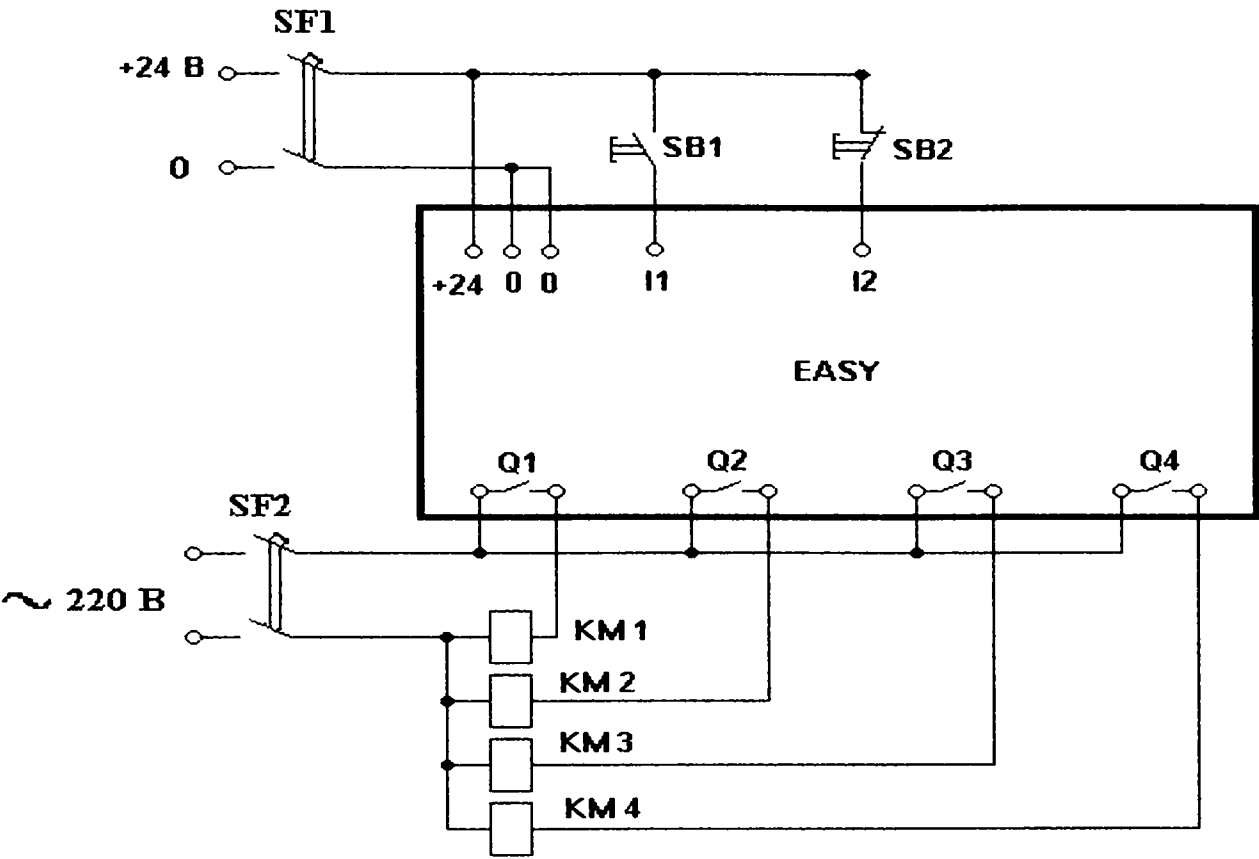
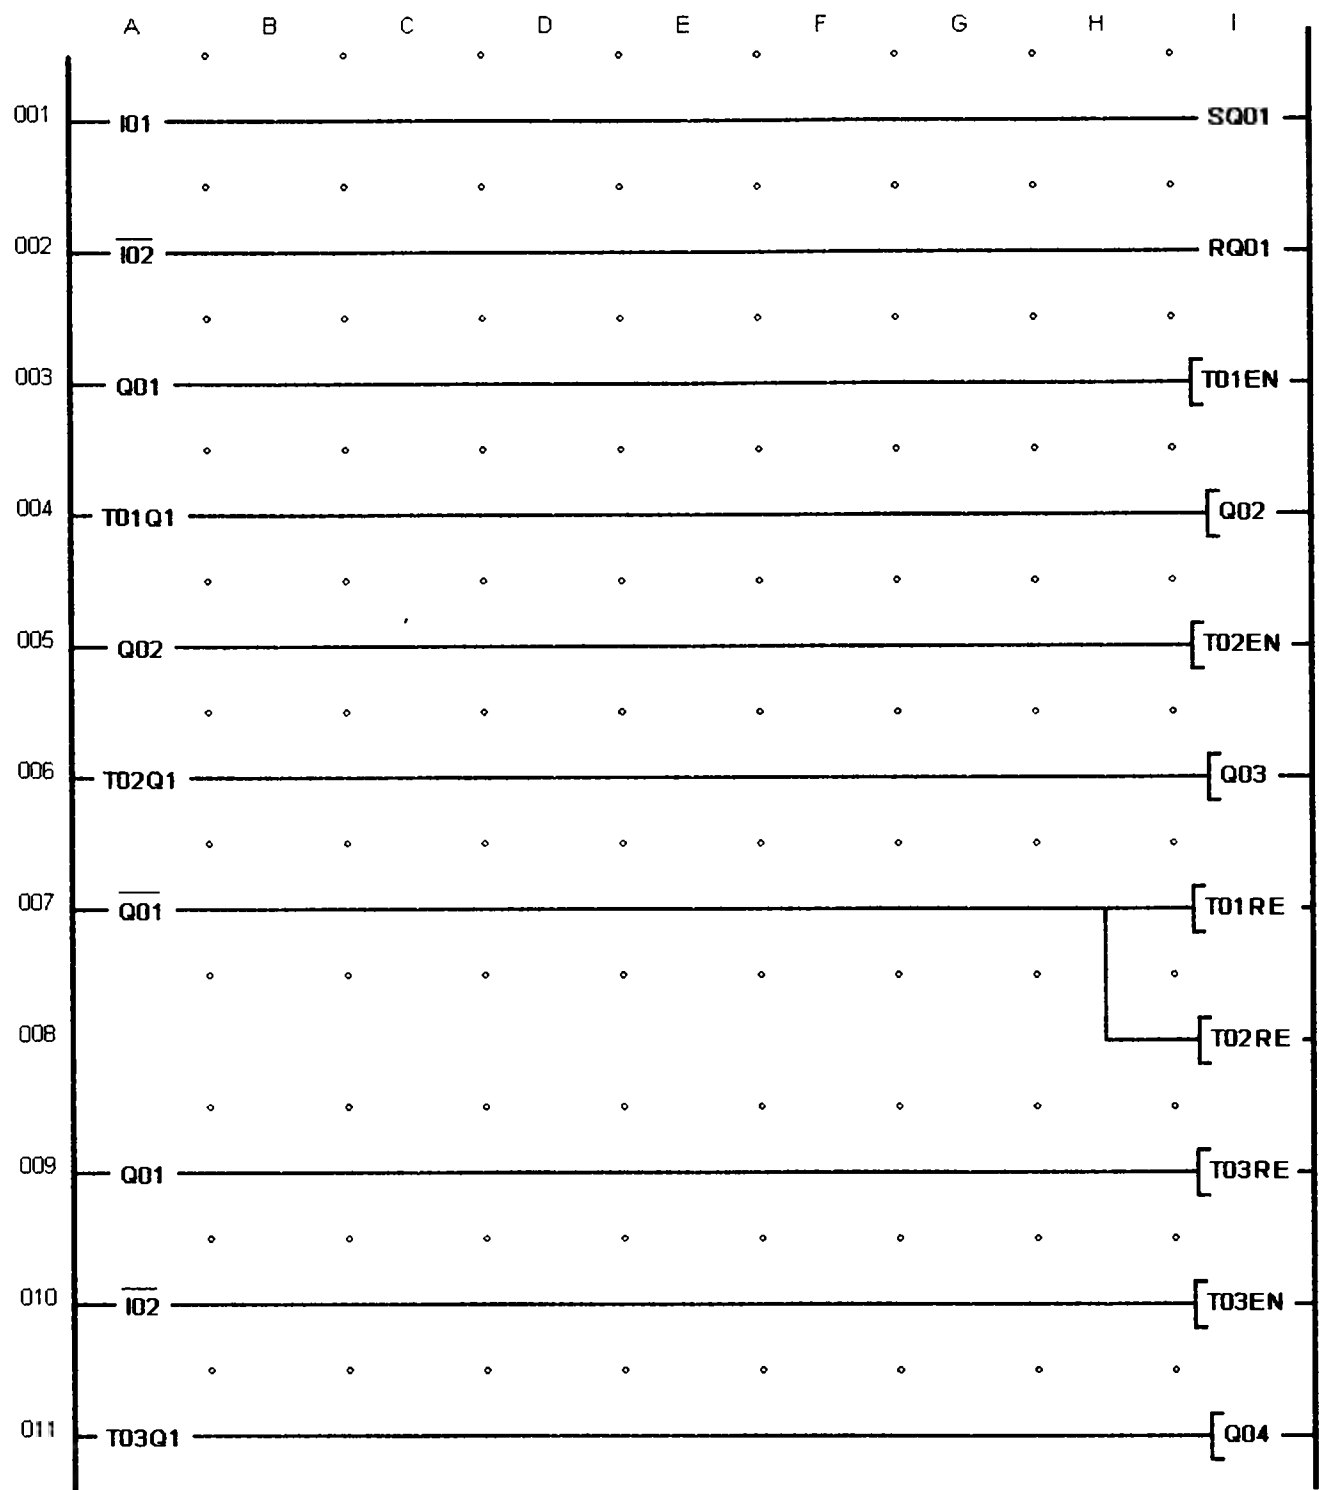

Рис. 9.11. Цепи управления реле EASY
Рис. 9.12. Схема соединений №4
Схема подключения. На рис. 9.11. показано подключение ко входам реле EASY кнопок управления пуском SB1 и торможением SB2, а также подключение катушек контакторов KM1-KM4 к выходам реле.
Схема соединений (программа, рис. 9.12).
Нажатие кнопки SB1 приводит к замыканию контакта I01 в схеме соединений и установке в единичное состояние катушки выходного реле Q01 (строка 1 схемы). Это соответствует замыканию контакта Q1 (рис. 9.11), подаче напряжения на катушку KM1, включению этого контактора и началу разгона двигателя. Замыкание контакта Q01 (строка 3 на рис. 9.12) запускает отсчет выдержки времени первого реле T01. По истечении выдержки времени замыкается контакт T01Q1 (строка 4), который обеспечивает перевод в единичное состояние выхода Q2, т.е. замыкание этого контакта (рис. 9.11), включение контактора KM2 и шунтирование первой ступени добавочного резистора. Замыкание контакта Q02 (строка 5) запускает отсчет выдержки времени второго реле T02. По истечении выдержки времени замыкается контакт T02Q1 (строка 6), который обеспечивает перевод в единичное состояние выхода Q3, т.е. замыкание этого
контакта (рис. 9.11), включение контактора КМ3 и шунтирование второй ступени добавочного резистора. Для перевода двигателя в режим торможения нажатием кнопки SB2 замыкают контакты I02 в схеме соединений. Замыкание контакта I02 в строке 2 схемы приводит к установке в нулевое состояние катушки выходного реле Q01, т.е. размыканию контакта Q1 и отключению контактора КМ1. Замыкание контакта I02 в строке 10 схемы запускает реле времени Т03, которое замыкает свой контакт Т03Q1 в строке 11 схемы и переводит в единичное состояние выход реле Q4, что обеспечивает включение контактора КМ4. По истечении выдержки времени контакт Т03Q1 размыкается и контактор КМ4 отключается. Для сброса реле времени и подготовки схемы к новому циклу работы используются контакты Q01 в строках 7-9 схемы.
Порядок выполнения лабораторной работы. В программе EASY-SOFT в режиме **Схема соединений** собрать схему, представленную на рис. 9.12. Установить выдержку времени на замыкание контакта у реле Т01 3 с, а реле Т02 – 2 с. Реле Т03 настроить на единичный импульс продолжительностью 4 с. Перейти в режим **Имитация**. В панели инструментов во вкладке **Принцип работы I/R** установить контакты без фиксации I1 как замыкающий, а I2 как размыкающий. Щелчком по кнопке **Показание** выбрать в открывшемся меню вывод на индикацию выходов реле (Q). Открыть вкладку **Входы I** и включить выполнение режима **Имитация**. Щелкнув по изображению контакта I1, во вкладке **Входы I**, наблюдать в панели свойств последовательность изменения состояний выходов Q1 Q2, Q3, которые соответствуют включению контакторов КМ1, КМ2, КМ3. Щелкнув по изображению контакта I2 наблюдать в панели свойств отключение выходов Q1 Q2, Q3 и включение в течение 4 с выхода Q4 с последующим отключением.
Перейти в режим **Коммуникация**. Перенести программу из компьютера в программируемое реле. Установить реле на панель управления лабораторного стенда и подключить его в соответствии со схемой, изображенной на рис. 9.11. Сопротивления резисторов R1, R2, R3 установить в соответствии с указанием руководителя занятий. Перевести реле в режим RUN, и, нажав кнопку SB1, наблюдать последовательность включения контакторов, а по приборам, установленным на стенде, фиксировать значение угловой скорости и тока ротора двигателя, при которых происходит переключение ступеней добавочного резистора. Нажав кнопку SB2 наблюдать процесс торможения двигателя, зафиксировав по прибору значение его угловой скорости в момент отключения контактора КМ4. Для обеспечения одинаковых бросков тока во время переключения ступеней провести вручную с помощью кнопок на передней панели реле дополнительную настройку выдержек времени реле времени Т01, Т02. Для обеспечения отключения контактора КМ4 при полной остановке двигателя выполнить дополнительную настройку выдержки времени реле Т03. После настройки реле времени повторить процесс пуска и торможения двигателя.